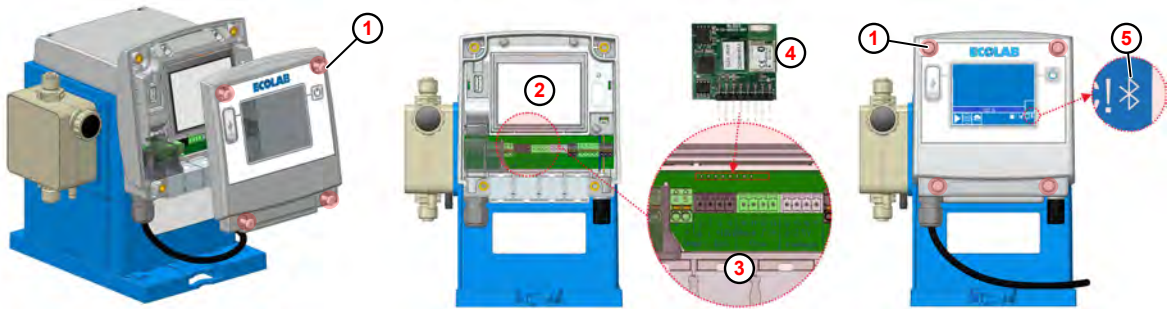

Bild 118: Montering av Bluetooth-kretskort som extrautrustning
1. Lossa skruvarna till kåpan (Bild 118 , ①) med en torxnyckel (TX25).
2. Lyft bort kåpan ② genom att dra den framåt.
3. Dra ur stickkontaktarna med nummer 4-5, 6-8, 10-13 och 14-17 ③ för att göra plats för montering av Bluetooth-kretskortet.
4. Tryck in Bluetooth-kretskortet ④ i slitsen.
7. Sätt tillbaka frontkåpan ② i rätt läge på höljet igen.